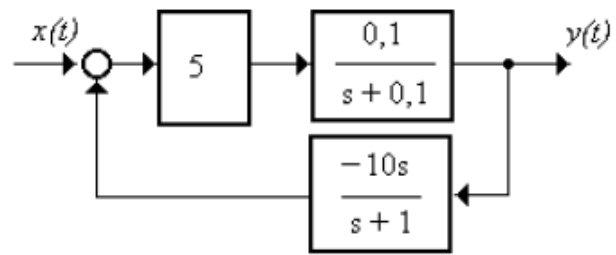

Рисунок 1.41
1.4.2.7 Оценить устойчивость системы (рисунок 1.41) по критерию Гурвица